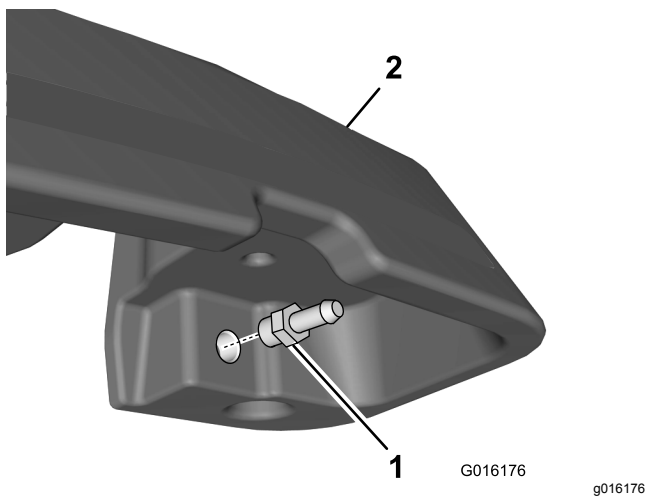

図 8
- リークディテクタタンクの底部にある開口部にストレート油圧フィッティングを取り付ける 図 8。